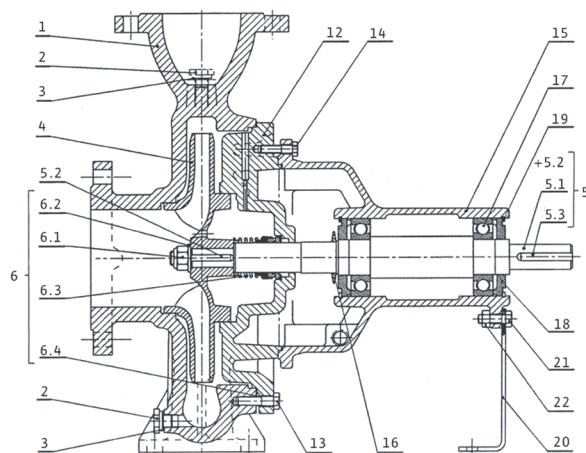
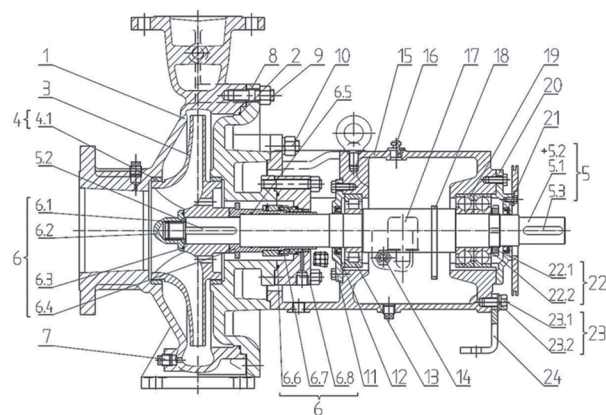
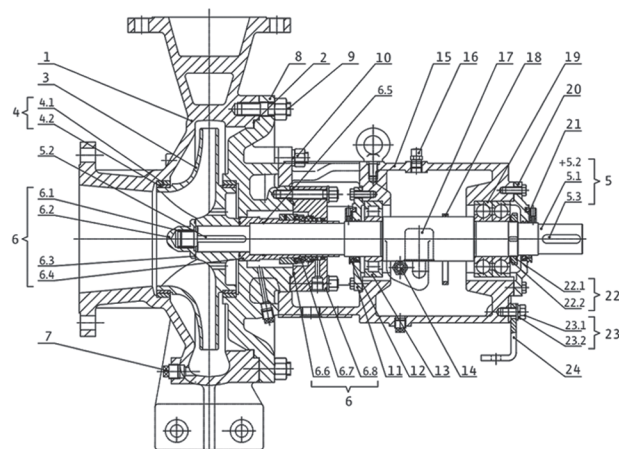

图 11
图 12
图 13
- 机械密封部件编号（图 11、图 12 和图 13）
9.2.1 NX 泵 (图11)
9.2.2 NX-A泵 (图12)
9.2.3 NX-B泵和NX-C泵 (图13)